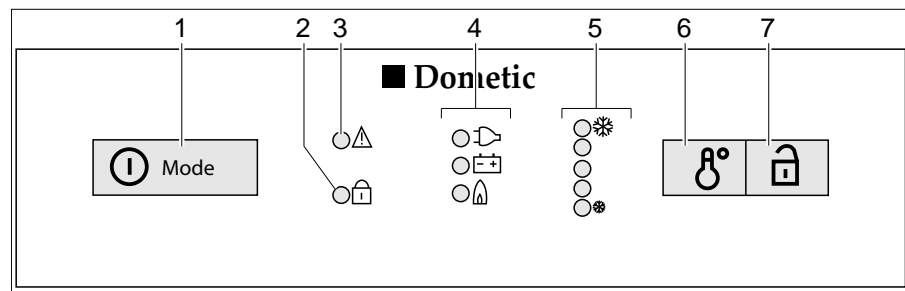

Bild 140 Bedienelemente für den Kühlschrank (Dometic 8er-Reihe mit MES)
- Den Einschalter/Energie-Wahlschalter (Bild 140,1) 2 Sekunden lang drücken, um das Gerät einzuschalten. Die LED der zuletzt gewählten Betriebsart leuchtet auf.
- Ggf. den Einschalter/Energie-Wahlschalter (Bild 140,1) mehrmals kurz drücken, bis die Betriebsanzeige Gas "🔥" aufleuchtet. Die Gaszufuhr ist geöffnet. Der Zündvorgang erfolgt automatisch. Ein tickendes Geräusch ist hörbar, bis der Zündvorgang erfolgreich abgeschlossen ist.
- Die Kühltemperatur mit dem Schalter für die Temperatureinstellung (Bild 140,6) einstellen.
- Ggf. den Einschalter/Energie-Wahlschalter (Bild 140,1) mehrmals kurz drücken, bis die Betriebsanzeige 230 V "" aufleuchtet.
- Ggf. den Einschalter/Energie-Wahlschalter (Bild 140,1) mehrmals kurz drücken, bis die Betriebsanzeige 12 V "" aufleuchtet.